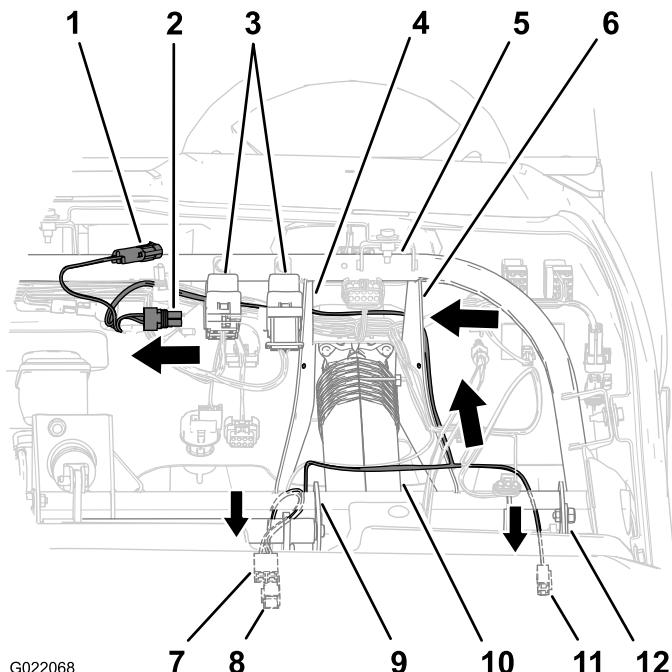

Figura 8
- A. Encaminhe a ramificação da cablagem com o conector de 2 tomadas e o conector de 2 pinos para o temporizador ao longo da parte exterior do suporte exterior da coluna da direcção e depois por trás do suporte da coluna da direcção no tubo do chassis (Figura 8).